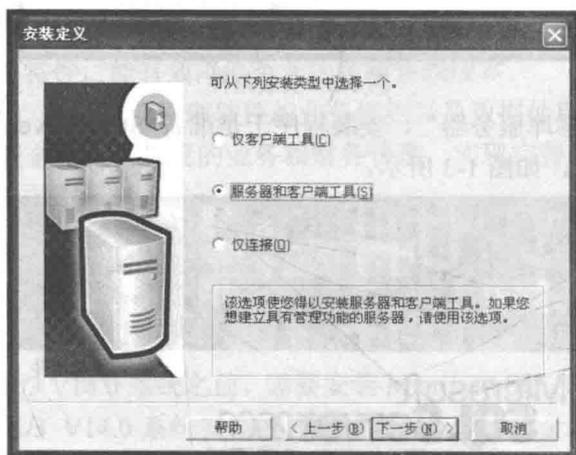

图 1-6 安装定义
(7) 在“安装定义”对话框中,选择“服务器和客户端工具”选项,然后单击“下一步”按钮,如图 1-6 所示。